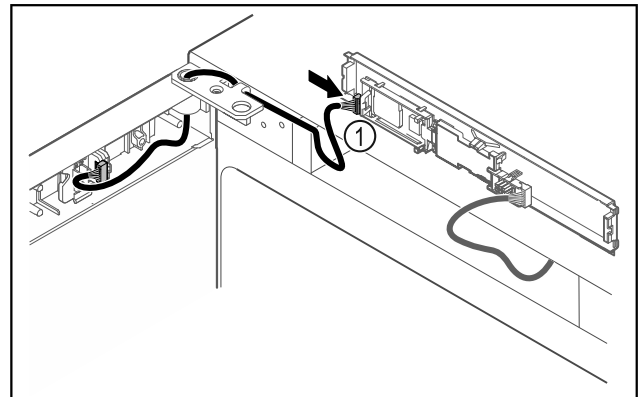

Fig. 43
- ▶ Stecker Fig. 43 (1) an Platine anstecken.